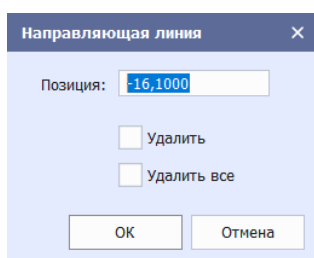

Рис. 167 Настройка направляющей линии
2. В отобразившемся окне «Направляющая линия» выберите необходимое действие, Рис. 167: